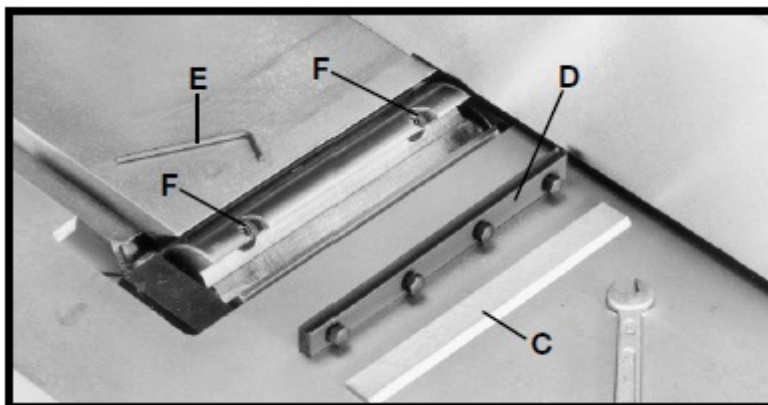

Рис. 50
3. На рис. 50 показаны нож (С) и прижимную планку (D) ножа, снятые с режущего вала. Снять оставшиеся два ножа и две прижимные планки тем же способом.
4. Ключом (Е), рис. 50, опустить два регулировочных сухаря ножа книзу режущего вала, вращая винты (F) против часовой стрелки во всех трёх пазах режущего вала.
6. Поставить прижимные планки (D) ножей, рис. 50, и ножи (С) в каждый паз режущей головки.